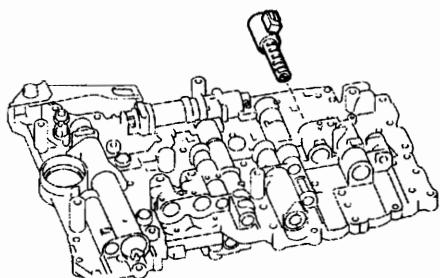

图 12-1-160
(4) 如图 12-1-160 所示, 拆下换挡电磁阀 SL2。
- (5) 如图 12-1-160 所示, 安装换挡电磁阀 SL2。